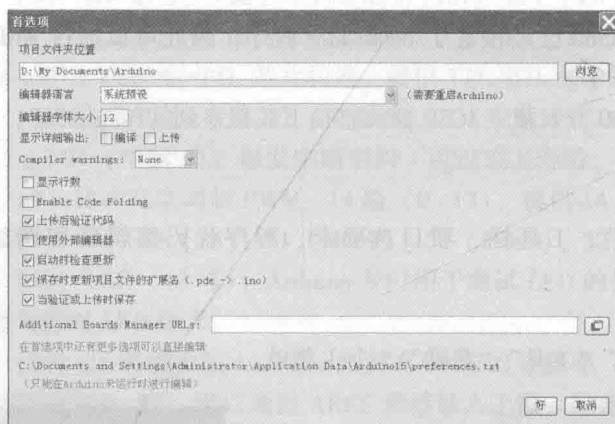

图 1-20 “首选项”对话框
9) 首选项。执行“文件”→“首选项”，弹出首选项对话框，如图 1-20 所示，可以设置项目文件夹的位置等，设置完成，单击“好”按钮，可以保存首选项的设置。